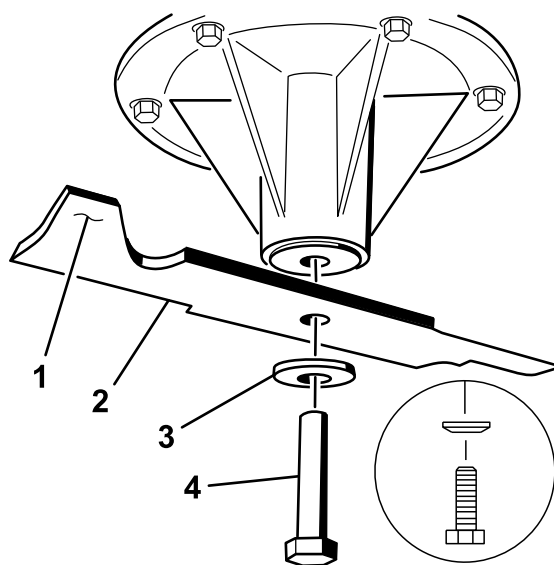

Figure 97
2. Enlevez de l'axe, le boulon, la rondelle bombée et la lame (Figure 97).